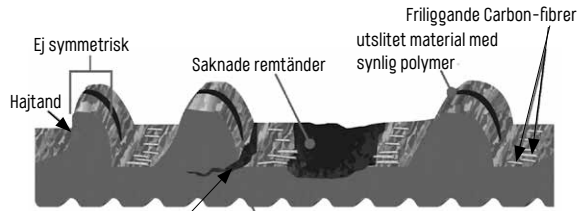

Fig. 3/28 Remslitage, källa: Gates
- Kontrollera regelbundet om remmen är skadad, t.ex. om den är sprucken, saknar tänder eller om Carbon-fibrerna är frilagda („Fig. 3/ Remslitage, källa: Gates“ på sida 28).